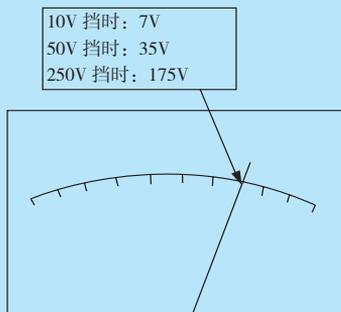

图 1-19 电压表指示的读数方法
(1) 把转换开关拨到直流电压挡, 并选择合适的量程。当被测电压数值范围不清楚时, 可先选用较高的测量范围挡, 再逐步选用低挡, 测量的读数最好选在满刻度的  $2/3$  处附近。
(2) 把万用表并接到被测电路上, 红表笔接到被测电压的正极, 黑表笔接到被测电压的负极, 不能接反。
(3) 根据指针稳定时的位置及所选量程正确读数。电压表指示的读数方法是: 满度值(刻度线最右边)等于所选量程挡位数, 根据表针指示位置折算出测量结果。图 1-19 示例中, 当测量选择开关位于“10 V”挡时, 指示值为 7 V; 当选择开关位于“50 V”挡时, 指示值为 35 V; 当选择开关位于“250 V”挡时, 指示值为 175 V; 依此类推。